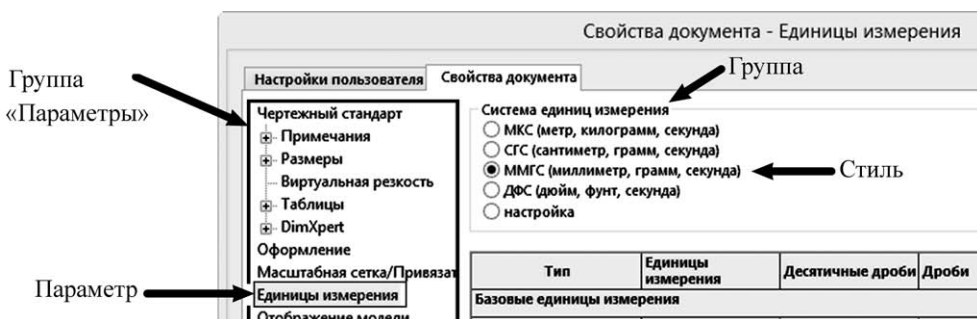

Рис. 1.14
- в группе «Система единиц измерения» переключаем на стиль «ММГС», чтобы задать единицы измерения в формате «миллиметр, грамм, секунда» (рис. 1.14).